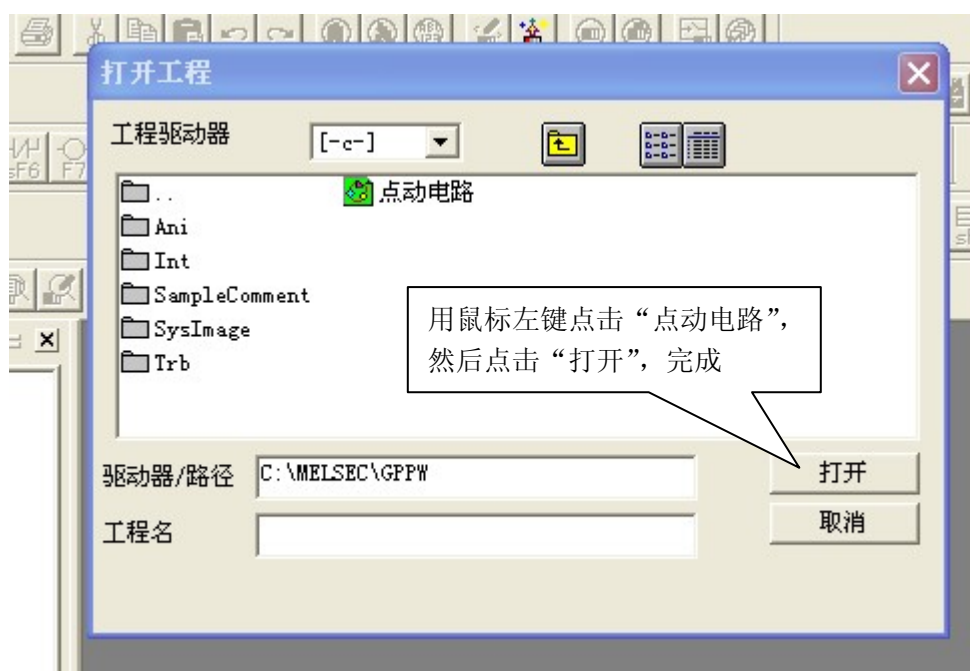

图 4-17 打开工程
进入“三菱 Gx-Developer”PLC 编程软件，用鼠标左键点击菜单栏“工程”弹出子菜单再点击“打开工程 (O)”进入下图 4-17。